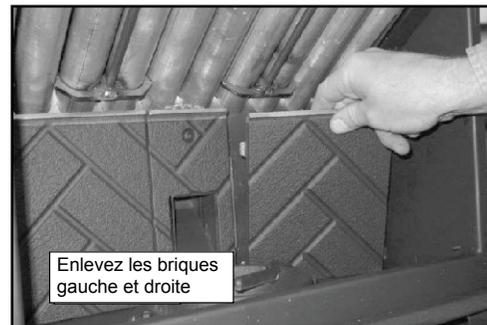

Figure 23.3
3. Vous devez enlever le déflecteur supérieur pour pouvoir enlever les briques gauche et droite. Enlevez la brique droite en la tenant par la lèvre supérieure et en la soulevant, puis repoussez le bord extérieur. Glissez la brique vers la droite jusqu'à ce qu'elle affleure la boîte à feu. Tournez le bord intérieur de la brique vers l'avant et enlevez la brique. Répétez l'opération avec la brique gauche. **Figure 23.3.**